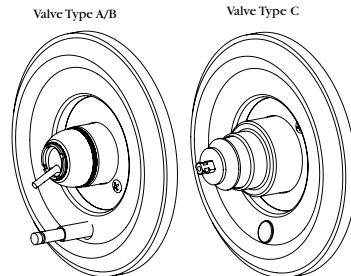

FIGURE 7
5. Place faceplate gasket (L) into the groove on the back of the faceplate (E). Slide faceplate assembly over the sleeve. Make sure the diverter hole is toward the bottom (Fig. 7). Press faceplate assembly against the wall, making sure not to dislodge the faceplate insert. Secure faceplate assembly to the valve body using included screws (M). Do not over-tighten.
5. Coloque la junta de la placa frontal (L) en la ranura de la parte posterior de la placa frontal (E). Coloque el montaje sobre la manija. Asegúrese que el agujero del desviador esté en la parte inferior (fig. 7). Presione el montaje de la placa frontal contra la pared, asegurándose que no se desprenda la inserción de la placa frontal. Asegure el montaje de la placa frontal sobre el cuerpo de la válvula mediante los tornillos (M). No apriete demasiado.